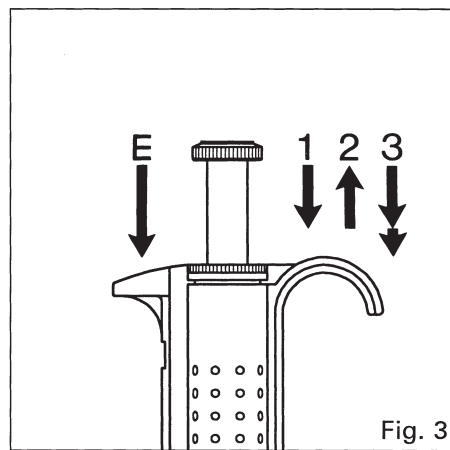

Fig. 3
PIPETTING OPERATION (Fig. 3)
Tip ejection Eject used tip by pressing ejector (E) as shown in Fig. 3. Change tip per recommendations in previous section.
PIPETTIERVORGANG (Fig. 3)
Spitzenabwurf Abwerfen der gebrauchten Spitze erfolgt durch Betätigen des Abwurfknopfes (E) gemäss Fig. 3. Neue Spitze aufsetzen.
OPÉRATION DE PIPETTAGE (Fig. 3)
- Ejecter l'embout** Ejecter l'embout usagé en pressant le bouton éjecteur (E) selon Fig. 3. Changer d'embout selon les recommandations des paragraphes précédents.